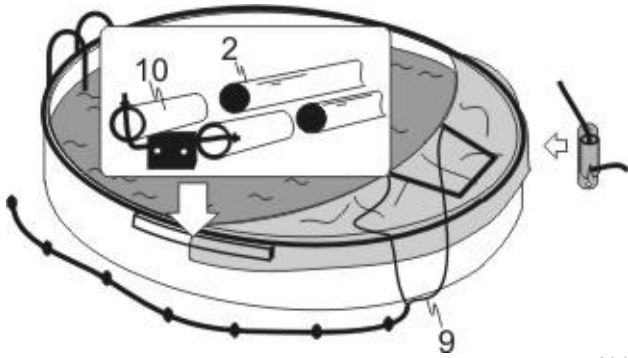

Abb. 7.1
- Den Cabrio Dome an den Rand gegenüber der Einstiegsleiter legen und darauf achten, dass sich die Seite mit der Tür und dem Zugseil (9) oben befindet (Abb. 7.1).
- An beiden Seiten die Bögen (2) in die Einsteckhülsen (10) stecken. **Den untenliegenden Bogen in die rechte Einsteckhülse und den obenliegenden Bogen in die linke Einsteckhülse einstecken, sofern sich die Einstiegsleiter an der linken Seite befindet.** Sollte sich die Leiter auf der rechten Seite befinden, genau umgekehrt anwenden.
An der Seite gegenüber der Tür ist das Spannseil im Spanner festzuklemmen, damit der Dom beim aufstellen nicht nach Vorne umklappt!! (Abb. 7.1)